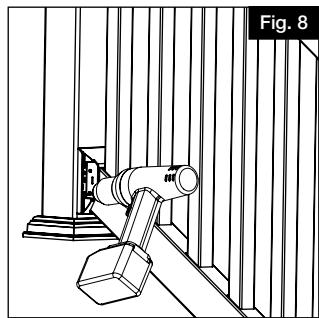

Fig. 8
- c. Asegúrese de que el soporte esté centrado en el poste. A continuación, con una broca de  $\frac{1}{8}$ ", taladre el primer agujero para el tornillo del soporte inferior a través del agujero del soporte y el poste (utilice los cuatro agujeros de las esquinas exteriores) (Fig. 8).